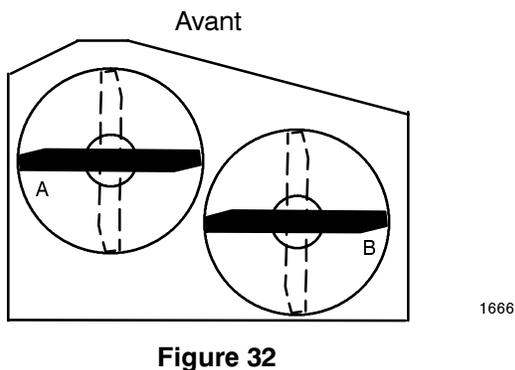
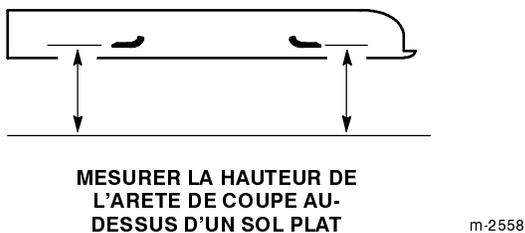

Figure 32
Figure 33
1. Faire tourner les lames pour les orienter dans la direction avant/arrière (Fig. 32). Pour chaque lame, mesurer la hauteur de l'arête de coupe au-dessus du sol plat (Fig. 33), et noter la valeur mesurée.